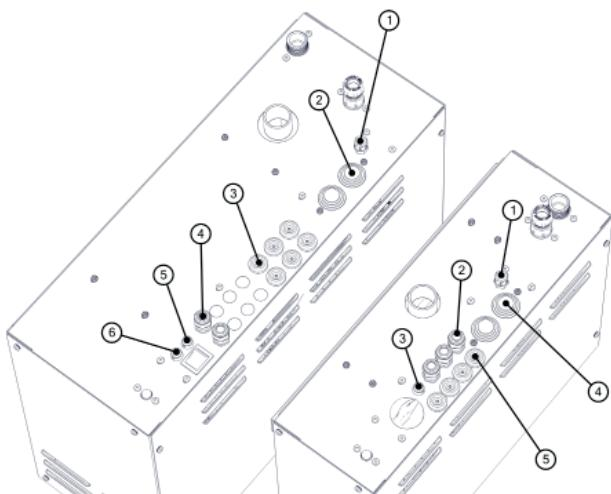

Рис. 13
На Рис. 13 показаны все проходные отверстия и предохранители для устройств типа Home и Commercial:
**Home (Рис. 13)**
**Commercial (Рис. 13)**